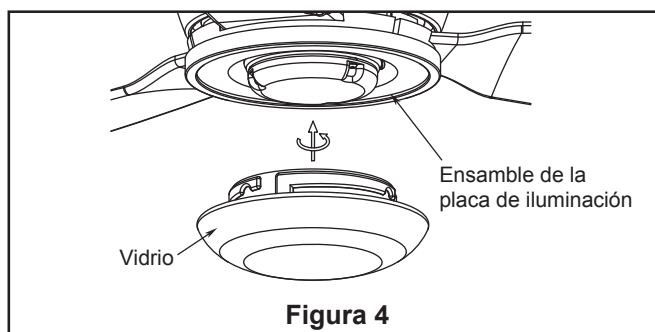

Figura 4
3. Conecte el cable de seguridad para cable de soporte de techo. Deslice la abrazadera del cable en el cable de seguridad (del ventilador). Coloque el extremo del cable a través del bucle del cable de soporte de techo. Tire de la cantidad de cable a través del bucle como sea posible. Introduzca el extremo del cable en el orificio de la abrazadera y apriete firmemente el tornillo (Figura 4). Corte el exceso de cable de seguridad.
4. Asegure el vidrio en la ensamble del kit de iluminación girándolo en el sentido de las agujas del reloj. Gire el vidrio gradualmente **hasta que encaje en la ensamble del kit de iluminación**. Sin apretar demasiado. (Figura 4)
4. Para configurar el código del mando a distancia, mueva los interruptores de código hasta colocar el código de selección en la posición arriba o abajo. Con un destornillador pequeño o con una lapicera (no se incluye) deslice firmemente hacia arriba o hacia abajo. (Figura 4)